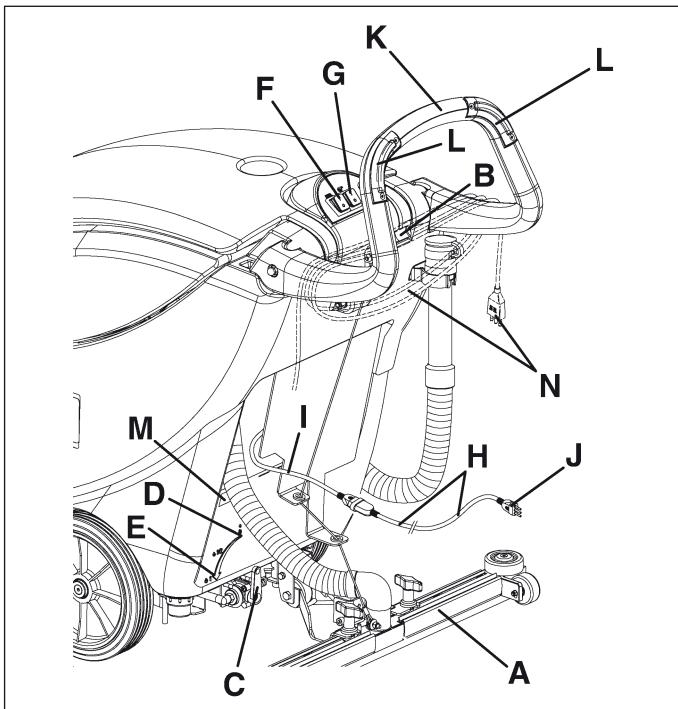

Figure 8
Conectar la extensión en dotación (H, Fig. 8) al cable de alimentación (I). Conectar el enchufe (J) de la extensión a la red eléctrica.
Antes de conectar la máquina a la red eléctrica, asegurarse de que la frecuencia y la tensión indicadas en la placa del número de serie y de los datos técnicos (M, Fig. 8) coincidan con la tensión de la red.
- Bajar la boquilla (A, Fig. 8) empujando la palanca (B) hacia abajo.
- Colocar la palanca de ajuste de flujo de la solución detergente (C, Fig. 8) en una de las siguientes posiciones posibles, según el tipo de lavado de efectuar:
- Sistema ECO:** llevando la palanca (C, Fig. 8) en la posición "ECO" (D), la máquina trabaja en una condición particular (economy) de utilización programada del agua; en efecto con un flujo predeterminado y constante, la máquina puede trabajar con una autonomía de lavado de 70-80 minutos [0.08 galones/min (0.3 litros/min)].
- Sistema variable:** girando la palanca hacia la izquierda en la parte relacionada con el flujo variable, es posible aumentar el flujo hasta una capacidad máxima de 0.26 galones/min (1 litro/min), en correspondencia de la posición (E, Fig 8).
- Poner los interruptores (F y G, Fig. 8) en posición "I".
- Con las manos sobre el manillar (K, Fig. 8), poner en marcha la máquina apretando uno o ambos los interruptores de consenso (L).
- Soltar los interruptores (L, Fig. 8).
- Poner los interruptores (F y G, Fig. 8) en posición "0".
- Desconectar el enchufe (J) del cable de alimentación de la red eléctrica. Si necesario, envolver el cable de alimentación (H, Fig. 8) alrededor del manillar en posición (N).
- Levantar la boquilla empujando la palanca hacia arriba hasta el tope (B, Fig. 8).